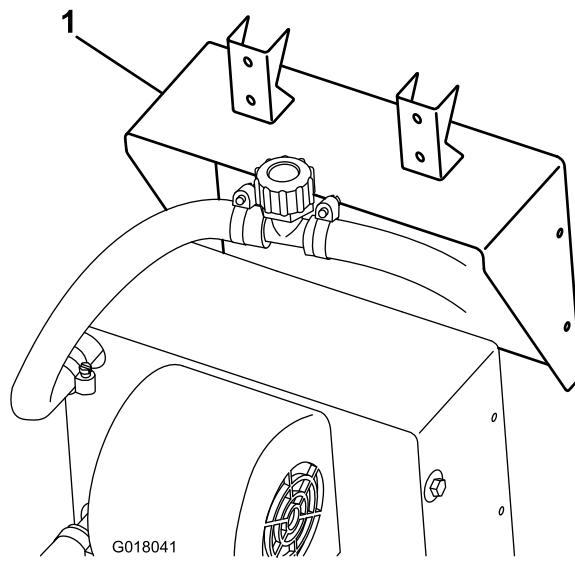

Figura 22
2. Fissate l'apposita staffa al riscaldatore utilizzando le viti in dotazione (Figura 22).